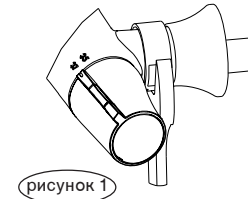

рисунок 1
**Фильтры и обратные клапаны:** Фильтры, защищающие смеситель, могут засориться и уменьшать количество поступающей воды. В этом случае фильтры можно почистить, поместив их в теплый раствор уксуса. Посторонние частицы могут препятствовать закрытию одного из обратных клапанов, смонтированных в корпусе смесителя. В этом случае может произойти вытеснение холодной или горячей воды из системы водоснабжения сразу после установки смесителя. Для устранения проблемы необходимо действовать следующим образом (смотрите рис. 1 и 2):